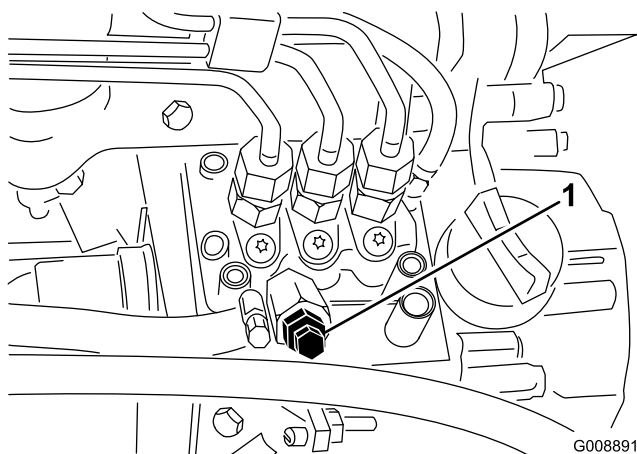

Figura 41
3. Abra el tornillo de purga de la bomba de inyección de combustible (Figura 41).